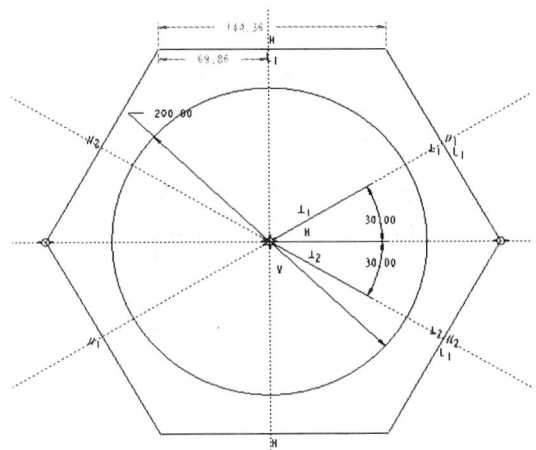

图 1-15 添加相等约束
Step7 单击“草绘器工具”工具栏“约束”面板中的“相等”按钮 $=$ ，选择直线 1 和直线 2，使两直线等长。采用同样的方法作用于直线 2 和直线 3 后，图形显示如图 1-15 所示。